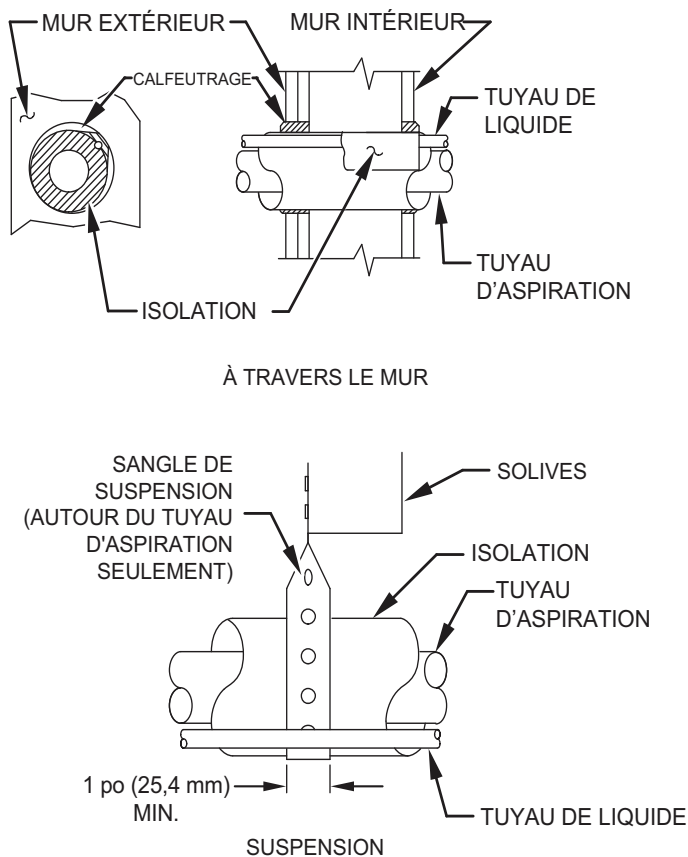

Fig. 1 – Installation des conduites
6. Lorsque vous acheminez les conduites de frigorigène à travers le mur, scellez l'ouverture au moyen d'un composé à base de silicone résistant aux variations de température ou de tout composé de calfeutrage souple à base de silicone (consultez la Fig. 1).
8. Ne suspendez pas les conduites de frigorigène aux solives aux poutres au moyen de fils rigides ou de sangles en contact direct avec les conduites (consultez la Fig. 1).
10. Au besoin, utilisez les sangles de suspension de 1 po (25,4 mm) de largeur qui correspondent à la forme de l'isolation des conduites. (Voir la Fig. 1)